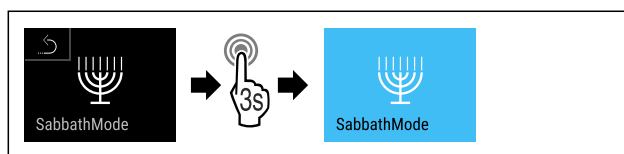

Fig. 14
- ▶ Eseguire i passaggi (vedere Fig. 14).